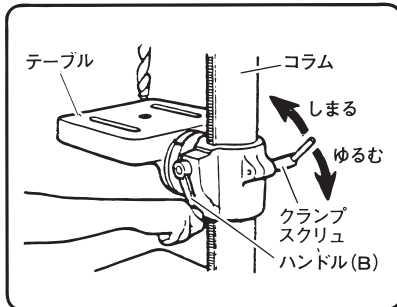

図 7
(1) 一日の作業が終わりましたら、きれいに掃除し、次の個所に注油してください。
- テーブル上下用ハンドル(B)回転部 (図7参照)
(2) スピンドルのスプライン摺動部の油が切れると、騒音が発生します。このような場合は、プーリ上部より、スピンドルとプーリの嵌合部 (図の注油部) に潤滑グリースを注油してください。